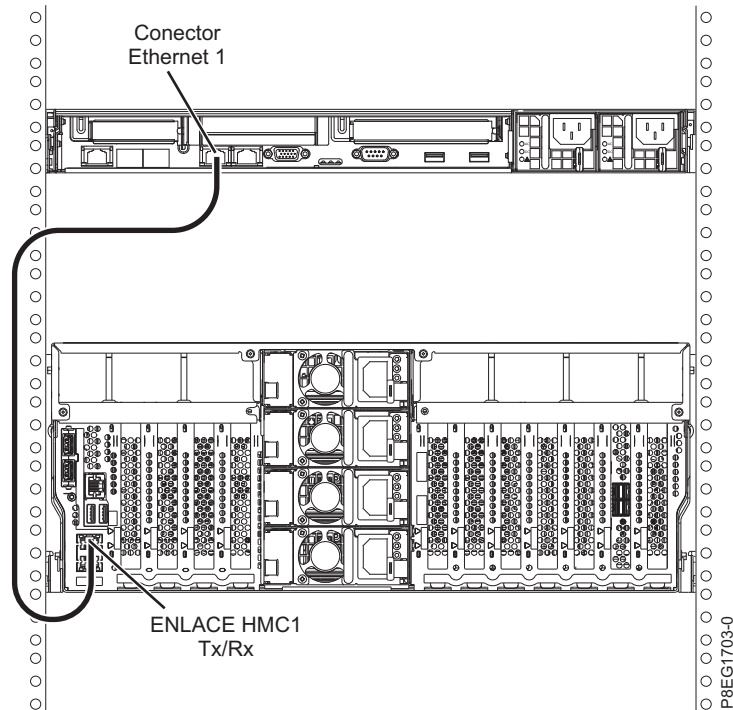

Figura 17. Conexión de la HMC al sistema gestionado
1. Si desea conectar directamente la HMC al sistema gestionado, conecte el **Conector Ethernet 1** de la HMC al puerto **HMC1** del sistema gestionado. Consulte Figura 17 en la página 15.